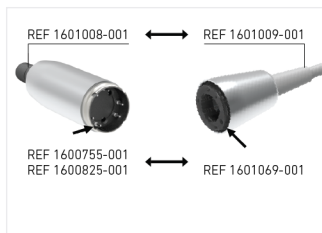

図.2
1. モータMOT MX-i 製品番号 1600825-001 および MOT MX-i LED 製品番号 1600755-001 は、電源ケーブル製品番号 1601069-001 で組み付けられています。図.2。
2. モータMOT MX-i LED 第三世代製品番号 1601008-001 は図.2に記載されているとおり、電源ケーブル製品番号 1601009-001 で組み付けられています。モータの後ろとケーブルコネクタがきれい乾燥していることを確認します。
3. **図2** に示すとおり、モータとその専用ケーブルを配置します (ロケータが穴の前面になくてもはいけません)。正確な位置まで回してモータに押し込みます。**図3**。